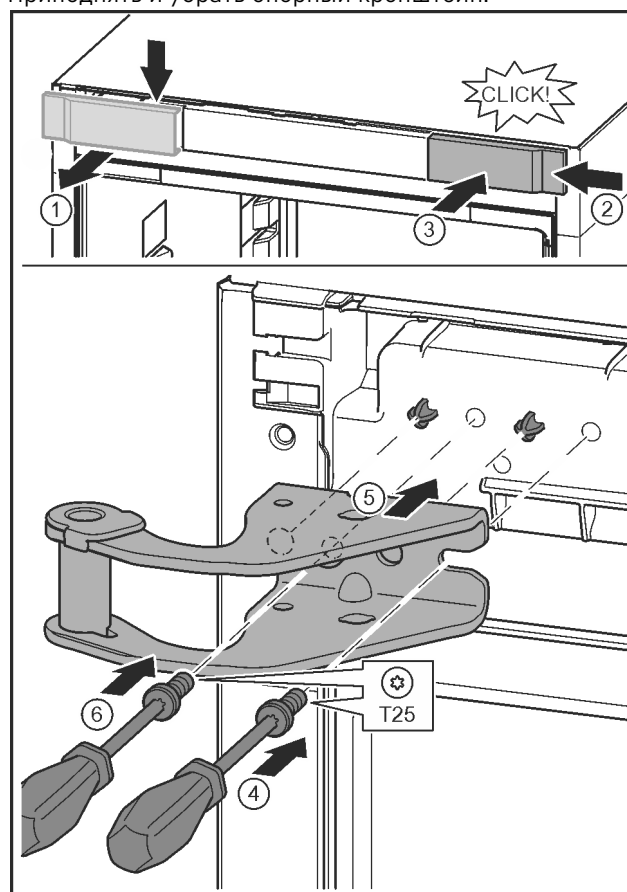

Fig. 15
- ▶ Отпустить крышку и снять сбоку. Fig. 15 (1)
- ▶ Навесить крышку, повернув ее на 180°, справа с другой стороны. Fig. 15 (2)
- ▶ Крышку зафиксировать. Fig. 15 (3)
- ▶ Установить винт отверткой T25. Fig. 15 (4)
- ▶ Установить верхний опорный кронштейн. Fig. 15 (5)
- ▶ Затянуть винт. Fig. 15 (6)
- ▶ Вставить и затянуть винт отверткой T25. Fig. 15 (6)